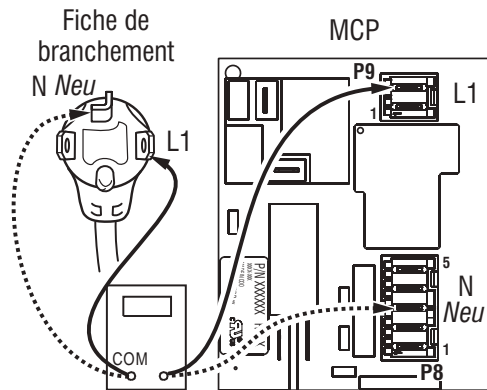

Figure 13 - Raccordement entre fiche et borne pour une sècheuse électrique.
**4.** Avec un ohmmètre, contrôler la continuité entre les broches L1 et N de la fiche de branchement du cordon d'alimentation et les bornes L1 et N du MCP. Voir figure 13.